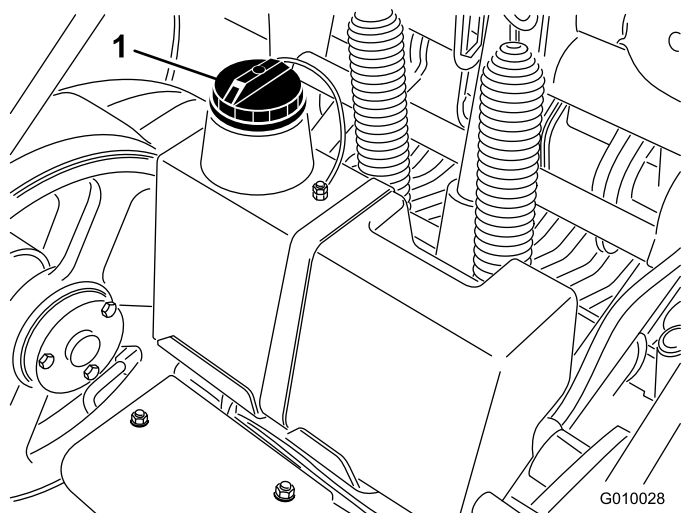

図 18
3. 油圧オイル・タンクの注油口周辺をきれいに拭き、キャップ (図 18) を外す。給油口からキャップを取る。